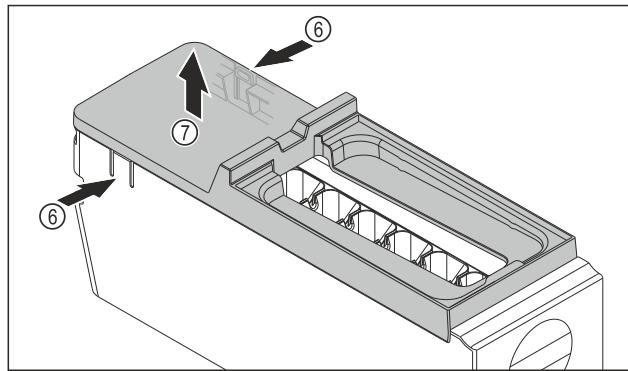

Fig. 83
- Odstráňte kryt korpusu EasyTwist-Ice: strmene Fig. 83 (6) na oboch stranach korpusu EasyTwist-Ice zatlačte rukou.
- Kryt Fig. 83 (7) odoberte druhou rukou smerom nahor.